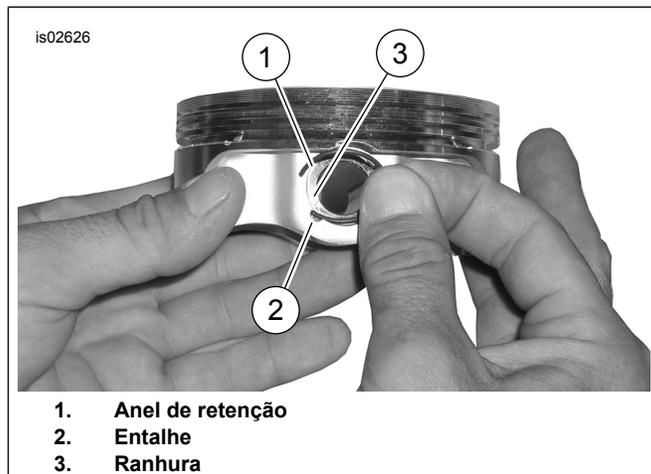

Figura 3. Anel de retenção e pistão
1. Veja Figura 3. Introduza a extremidade aberta do anel de retenção (1) no entalhe (2) da ranhura (3) ao redor do ressalto do pino do pistão para que a lacuna fique na posição 12 ou 6 horas quando instalado.